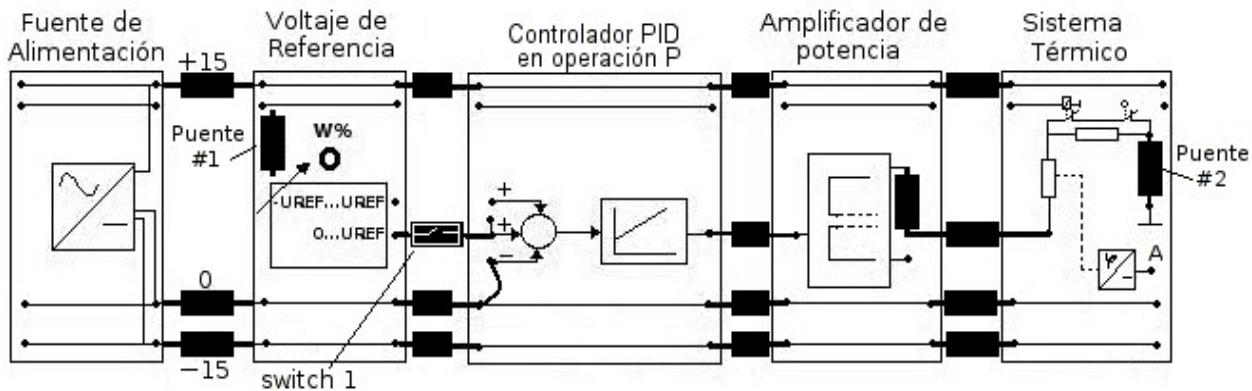

Figura 2.3. Sistema Térmico de lazo abierto.
1. Para esta parte armará el sistema que se muestra en la Figura 2.3 y para adquirir las gráficas utilizará el PicoScope, revise que los materiales y equipos indicados se encuentren ya colocados en su puesto de trabajo. En caso contrario, informe de ello al docente de laboratorio.
2. Una vez armado el sistema reduzca al mínimo las perillas tanto del voltaje de referencia (Set point Value) como las del controlador, si está ocupando un módulo de controlador PID, debe dejar solamente la operación P, para ello coloque los interruptores de la parte superior (AB(D) y AB(I)) hacia arriba, no olvide conectar el puente #1, puente #2 y switch 1 indicados en la figura.
4. Encienda la fuente de alimentación y quite el puente #2 (Ver Figura 2.3) para evitar que le llegue energía al sistema en lo que se está ajustando.
7. Conecte el canal A del PicoScope a la entrada positiva del punto suma (que es la misma donde está conectado el switch 1) y el canal B a la salida del “transductor temperatura/voltaje” (punto etiquetado como A en la Figura 2.3). No olvide conectar el terminal de tierra de una de las puntas a 0V en el sistema y si está utilizando puntas con atenuación colocar el selector de estas en 1X.